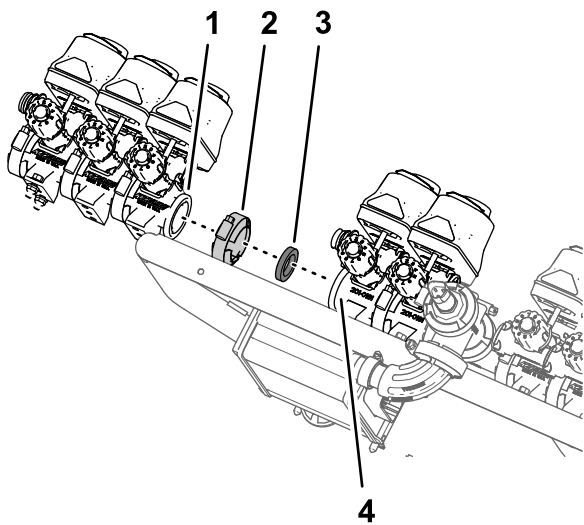

Figure 104
1. Montez les 3 vannes de section (Figure 104) que vous avez déposées à l'opération 8 de Dépose des vannes de section du support de collecteur (page 35) sur la bride de la vanne 7 du bloc de vannes de pulvérisation avec le collier bride et le joint que vous avez retirés à l'opération 4 de Dépose des vannes de section du support de collecteur (page 35).